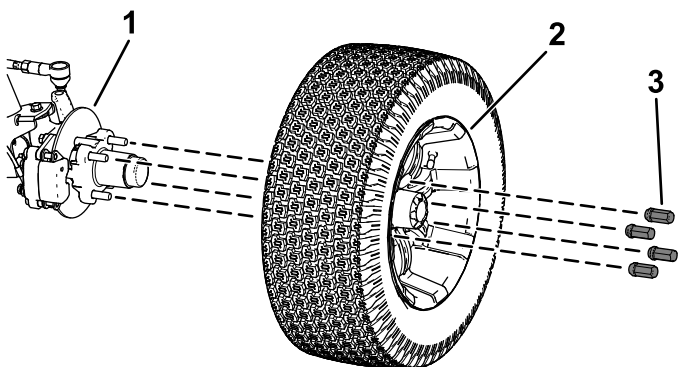

Bild 36
2. Nehmen Sie die vier Radmutter ab, mit denen das Rad an der Radnabe befestigt ist (Bild 36).
5. Befestigen Sie das Rad mit den Radmuttern an der Nabe (Bild 36).
4. Fluchten Sie die Löcher im Rad mit den Bolzen der Nabe aus und montieren das Rad so an der Nabe, dass das Reifenventil außen ist (Bild 36).